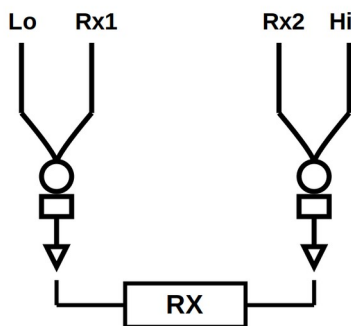

Рис. 3
- 4) Під'єднайте два затискачі згідно з Рис. 3 для вимірювання невідомого опору.